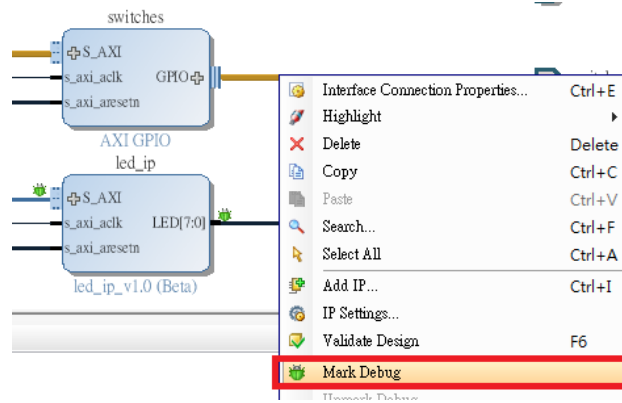

Figure 3
2.2 點選 switche 的 S_AXI 和 switches 之後，右鍵點選 Mark Debug，如 Figure 3 所示